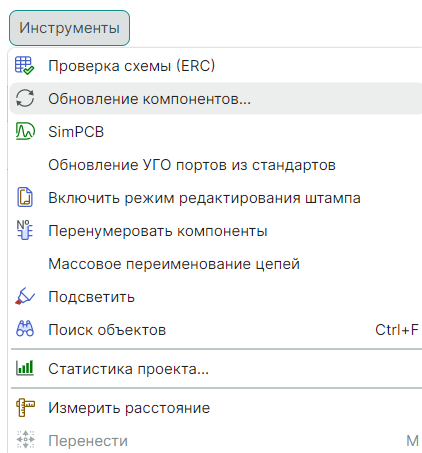

Рис. 297 Синхронизация через запуск обновления компонентов
2. Запустите обновление компонентов, меню «Инструменты» → «Обновление компонентов...», см. Рис. 297.